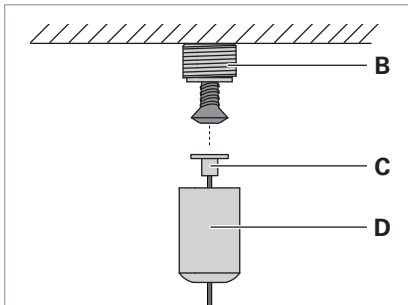

Fig. 7: Monter la fixation pour plafond.
- ▶ Vissez au plafond un filetage **B** à la distance **a** par rapport à la tôle de support montée auparavant en utilisant une vis appropriée, voir Tab. 2 et Fig. 7.